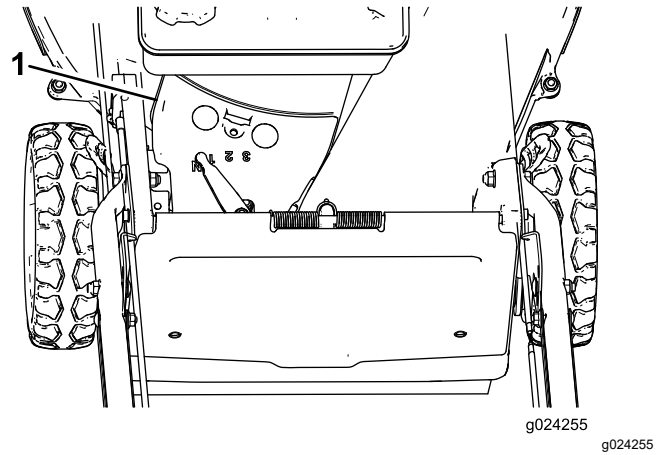

Figura 32
3. Retire la cubierta de la correa (Figura 32) de la carcasa de corte.